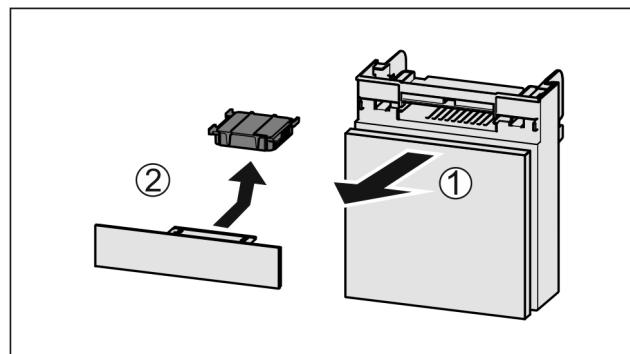

Fig. 93
- 向前拉出 Fig. 93 (1) 抽屉。
- 取出 Fig. 93 (2) 活性炭过滤器。